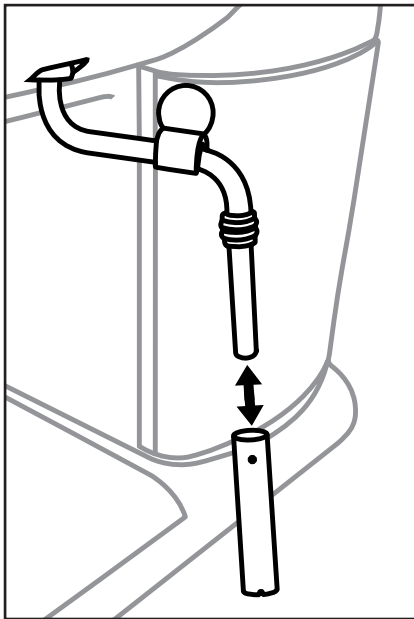

Figure 1
- 1) Tenez un récipient vide sous le mousser à lait ⑩.
- 2) Juste après utilisation, tournez le régulateur de vapeur ⑦ sur « + » et laissez s'échapper la vapeur quelques secondes.
- 3) Fermez le régulateur de vapeur ⑦ (tournez jusqu'à la butée dans le sens « - »), arrêtez l'appareil et débranchez la fiche secteur.
- 5) Retirez la gaine du mousser à lait ⑩ (figure 1) et la nettoyez soigneusement à l'eau chaude.
- 7) Glissez à nouveau la gaine sur la buse (figure 1).